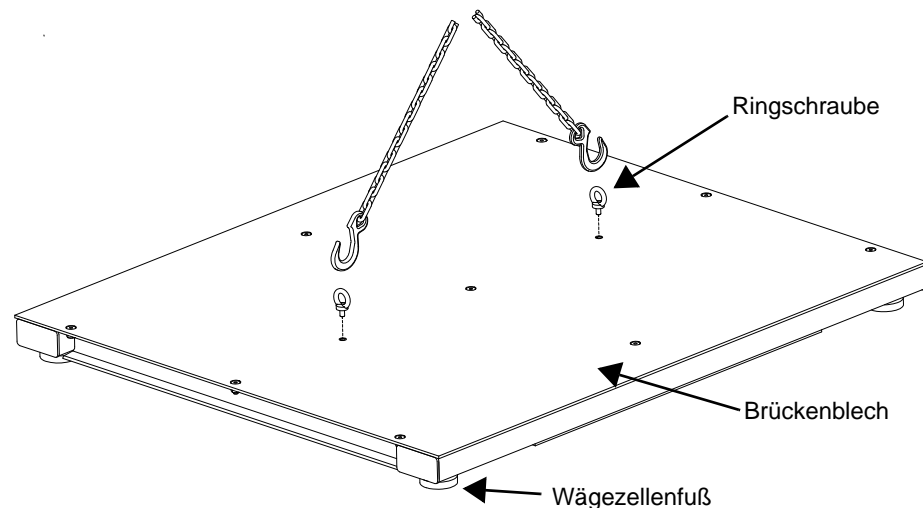

Abb. 1 Transport der Bodenwaage mit Ringschrauben
*Für die Ringschrauben sind in der Wiegefläche zwei Gewindelöcher (bei Standardausführungen M10) vorgesehen (siehe Abb. 1, S. 12).*